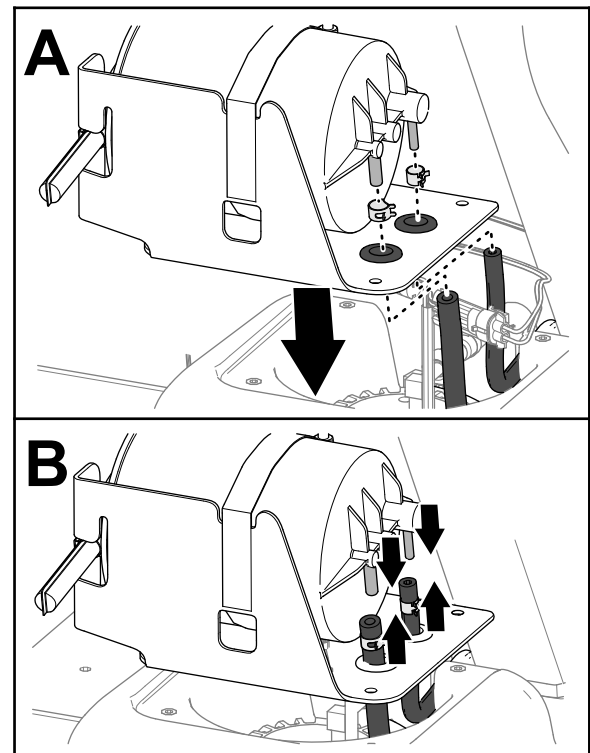

Figura 85
1. Pase las mangueras del depósito de combustible por los anillos de goma del soporte del cartucho de carbón (Figura 85).
2. Coloque las abrazaderas sobre las mangueras (Figura 85).
3. Conecte las mangueras a los acoplamientos del cartucho de carbón (Figura 85).